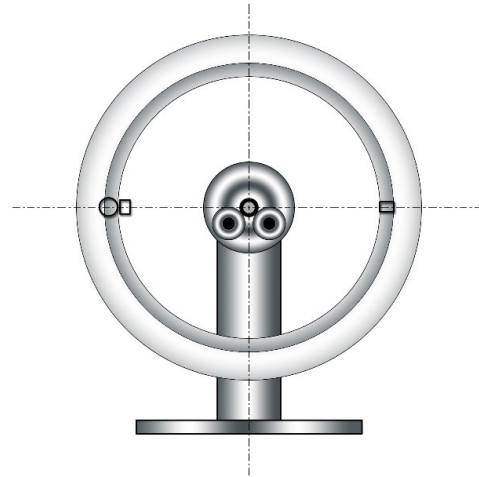

Figure 2 : Roue neutre de repos
- Au point le plus léger, ajoutez suffisamment de poids provisoire pour que la jante tourne de 90° (voir Fig. 2). Pour une jante vide, un maximum de 30 g de poids devrait être nécessaire. Si vous avez besoin de plus de poids, vous devez vérifier la jante et les accessoires pour savoir s'ils sont endommagés ; vérifiez p. ex. l'excentricité radiale.